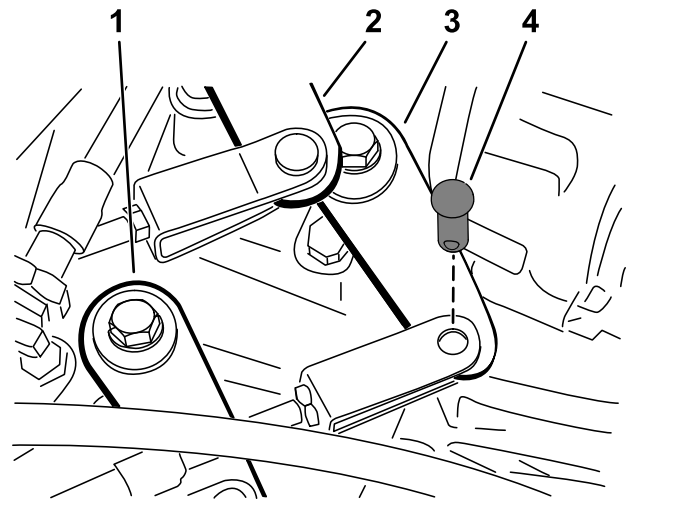

图 44
2. 卸下将换档拉索固定到驱动桥换档臂的柱销图 44。
1. 卸下将高-低档拉索固定到驱动桥的柱销图 44。